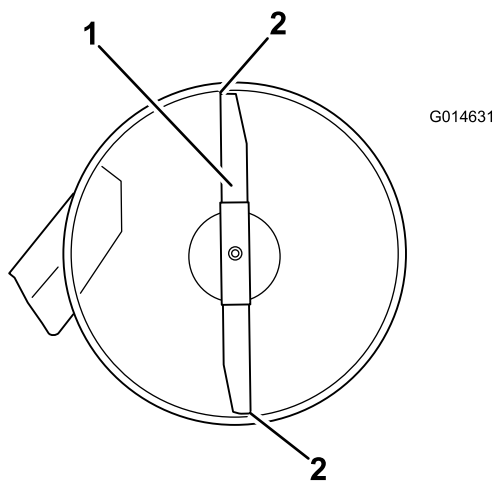

Figura 54
4. Gire cuidadosamente las cuchillas colocándolas en el sentido de avance de la máquina (Figura 54).
5. Mida entre la punta de la cuchilla delantera y la superficie plana y entre la punta de la cuchilla trasera y la superficie plana (Figura 54).
que la punta de la cuchilla delantera esté entre 1,6 y 7,9 mm más baja que la punta de la cuchilla trasera (Figura 54).